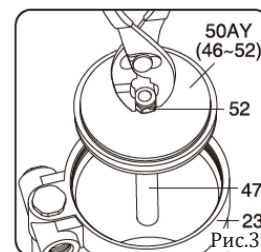

Рис.3
- Используйте плоскогубцы, чтобы разжать стопорную гайку воздушного поршня (52) и медленно воткните воздушный поршень в масляный цилиндр (12) через стопорную гайку (25) (рис. 3). Затем, нажмите на собранный воздушный поршень (50AY) 2-3 раза. В окончание, снова соберите вместе торцевую чашку воздушного цилиндра (54) и кольцо (53) с помощью ключа 22 мм (58).